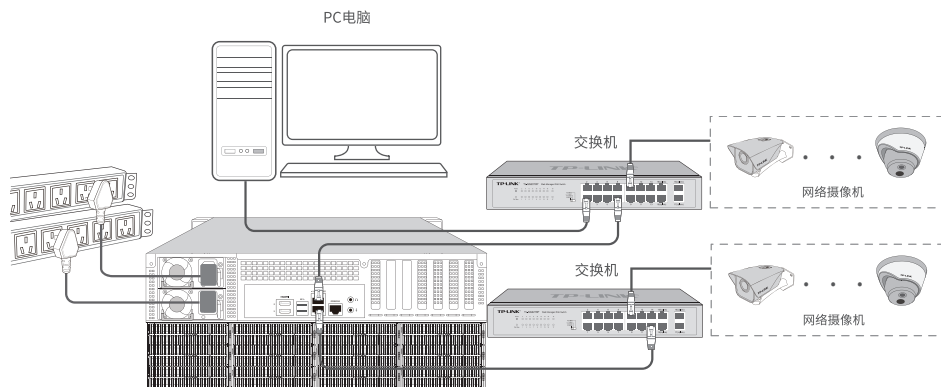

图3-7 NVS多址模式连接示意图
1. 开启多址模式: 依次点击**网络设置>>网络连接**, 选择“多址设定”工作模式, 点击<保存>即可。连接设备可参考图3-7。